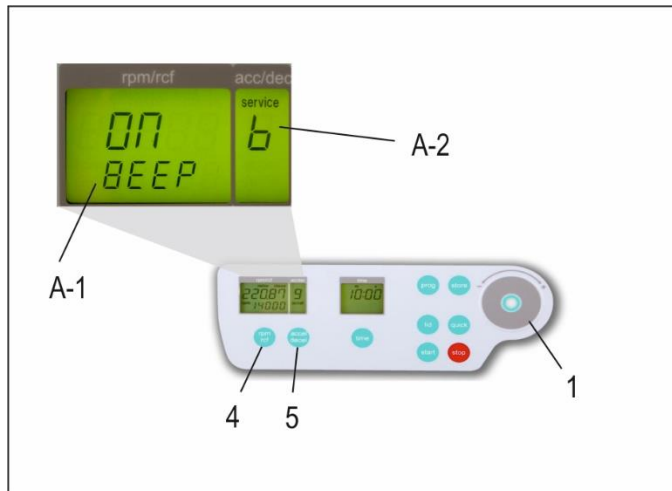

Abbildung 10
Öffnen Sie wie unter Punkt 1.8.1 beschrieben das Menü „Grundeinstellungen“. Danach drücken Sie die Taste „accel/decel“ (5). Im Anzeigenfeld „accel/decel“ (A-2) blinkt der Schriftzug „service“. Wählen Sie nun mit dem Einstellfeld (1) den Buchstaben „b“. Daraufhin erscheint im Anzeigenfeld „rpm/rcf“ (A-1) der Schriftzug „ON/BEEP“. Nachdem Sie die Taste „rpm/rcf“ (4) gedrückt haben, kann mit dem Einstellfeld (1) der Tastenton ein (On) oder ausgeschaltet (Off) werden. (siehe Abbildung 10).